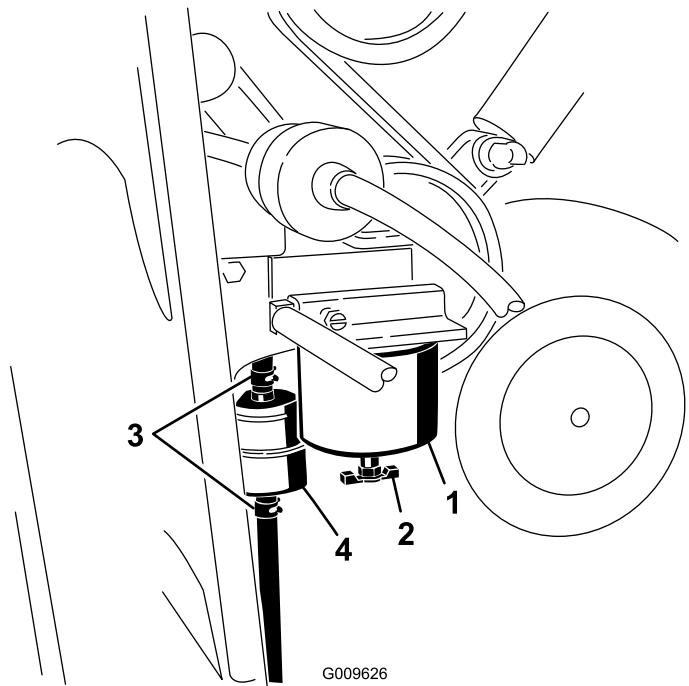

Figura 35
3. Localice el filtro de combustible en el lado derecho del motor (Figura 35), y coloque debajo un recipiente limpio.
4. Localice los filtros de combustible en el lado derecho del motor (Figura 35), y coloque debajo un recipiente limpio.
5. Limpie la zona de montaje del cartucho del filtro (Figura 35).
6. Retire el cartucho del filtro y límpie la superficie de montaje (Figura 35).
9. Instale el cartucho del filtro a mano hasta que la junta entre en contacto con la superficie de montaje, luego gírelo media vuelta más (Figura 35).
10. Localice el filtro en línea situado a la izquierda del cartucho del filtro de combustible (Figura 35) y observe la flecha de sentido de flujo impresa en el lateral del filtro en línea.
11. Abra las abrazaderas de cada extremo del filtro en línea y retire las mangueras del mismo (Figura 35). Deseche el filtro.
12. Deslice las mangueras sobre el extremo de un filtro nuevo (Figura 35), asegurándose de que la flecha del filtro apunta hacia el motor o la bomba de combustible eléctrica.